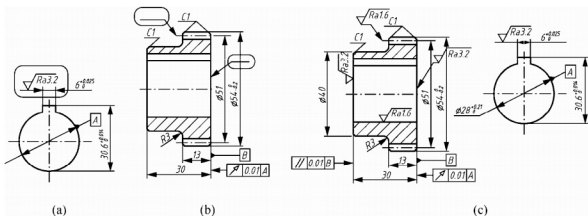

图 9-15 标注粗糙度过程
(2) 插入【粗糙度】属性块。其操作过程为：
① 插入水平放置的粗糙度：使用【插入】INSERT 命令，插入比例为 1.75，水平插入【粗糙度】属性块，结果如图 9-15(a)所示。
② 绘制带箭头引线：切换“注释”为多重引线当前样式，使用【多重引线】Mleader 标注命令。注意：当出现【文字格式】编辑器时直接按【确定】，不需要输入内容。结果如图 9-15(b)所示。
③ 使用【复制】、【旋转】等命令，在指定位置标注粗糙度；双击属性块，在弹出的【增强属性编辑器】中修改粗糙度的属性值；使用【折断标注】命令将与粗糙度符号相交的尺寸线断开，结果如图 9-15(c)所示。